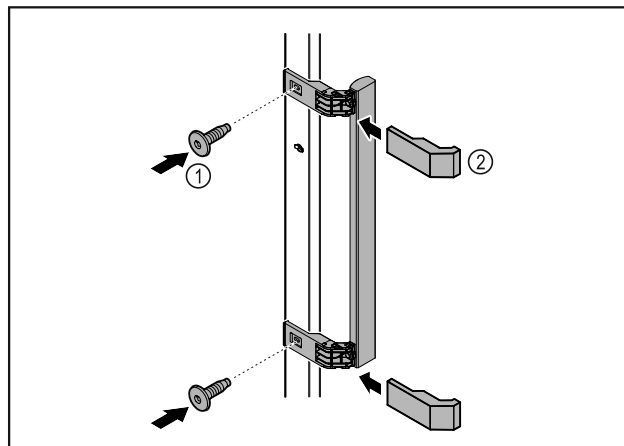

Fig. 9
- ▶ Montoni dorezën nga paketa së bashku me vidat e ofruara Fig. 9 (1) në derë.
- ▶ Vendosni kapakun mbulues Fig. 9 (2).